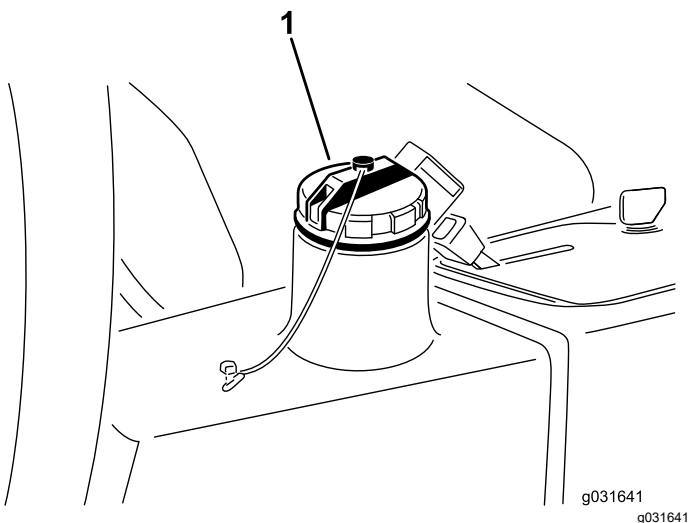

Figura 66
4. Encha o reservatório (Figura 66) com aproximadamente 13,2 litros de fluido hidráulico; consulte Especificações do fluido hidráulico (página 59) e Verificação do nível do fluido hidráulico (página 60).